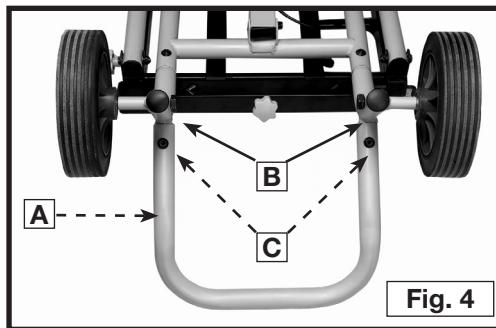

Fig. 4
1. Coloque el pie de almacenamiento (A), Fig. 4, sobre las indentaciones del conector de la rueda y el pie de almacenamiento (B) de modo que, cuando la base de soporte esté en su posición al derecho, el pie de almacenamiento esté en ángulo hacia arriba.
2. Alinee los agujeros e instale dos tornillos de cabeza de botón M8 x 15 mm con las arandelas curvadas (C).